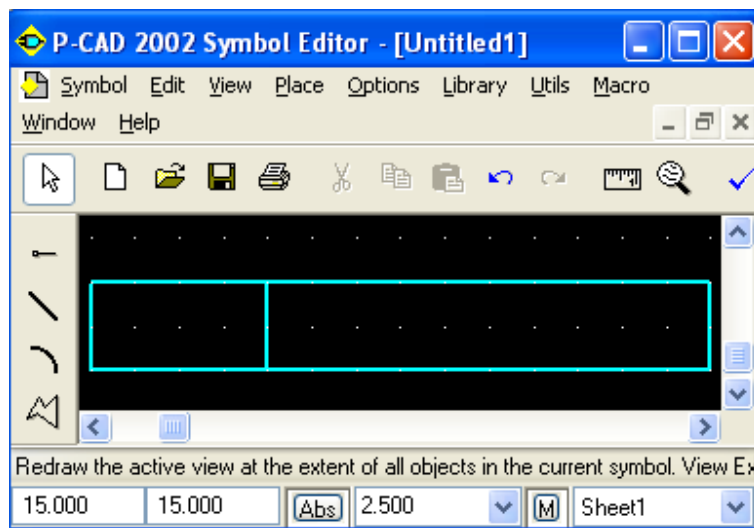

Рис. 4.59 - Контур УГО электрического соединителя
- Теперь необходимо нарисовать вертикальную разделительную линию в УГО электрического соединителя. Для этого установить курсор в точку с координатами **(25; 15)** и щелкнуть *ЛК*. Затем перевести его в точку **(25; 20)** и щелкнуть *ЛК*, а затем *ПК* (рис. 4.59).